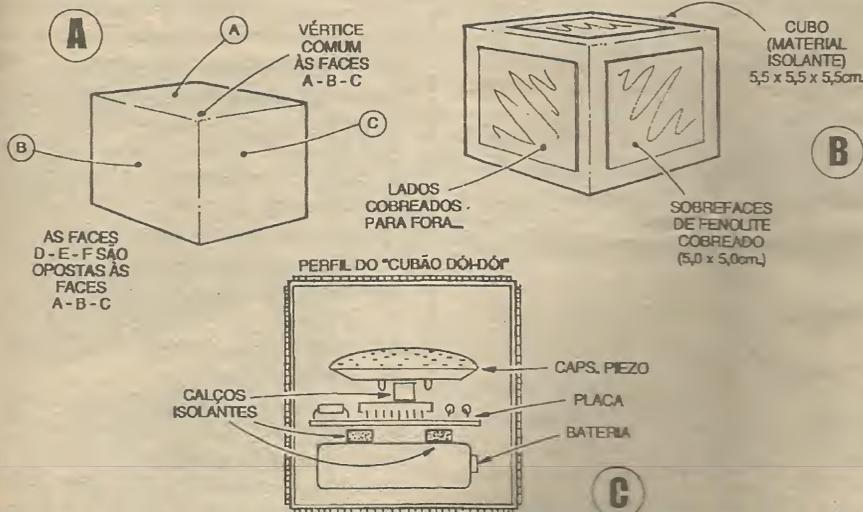

Fig.5
**preto (negativo)**, ligado ao ponto (-)... Todas as conexões externas à placa devem ser feitas tão curtas quanto possível (ou quanto o permita a posterior instalação do conjunto dentro do cubo, conforme veremos mais à frente...). Finalizando, atenção às recomendações e identificações das demais ligações, formadas por dois grupos: as *individuais*, A-B-C, que devem ser feitas a três das faces externas metalizadas do cubo, que obrigatoriamente tenham *um vértice em comum*, e as *coletivas* (OP), feitas às três faces *opostas* a A-B-C (detalhes na próxima figura...).
- FIG. 5 - **DETALHANDO A CONSTRUÇÃO DO CUBO, E AS LIGAÇÕES ÀS SUAS FACES METALIZADAS EXTERNAS...** - Primeiramente (5-A), vejamos o importante tema da *identificação* das faces do cubo. As faces A, B e C podem ser *escolhidas* pelo montador, à vontade, porém com um requisito fundamental: as três devem ter *um vértice em comum* ou seja, dois lados ou arestas de cada uma dessas faces, devem sempre convergir, todos, para um único *canto* do cubo (o tal *vértice comum*, VER FIGURA...). Fica então óbvio - também - o conceito de *face oposta*, ou seja, as que se confrontam a A, B e C (e que podemos, a título de identificação apenas, chamar de